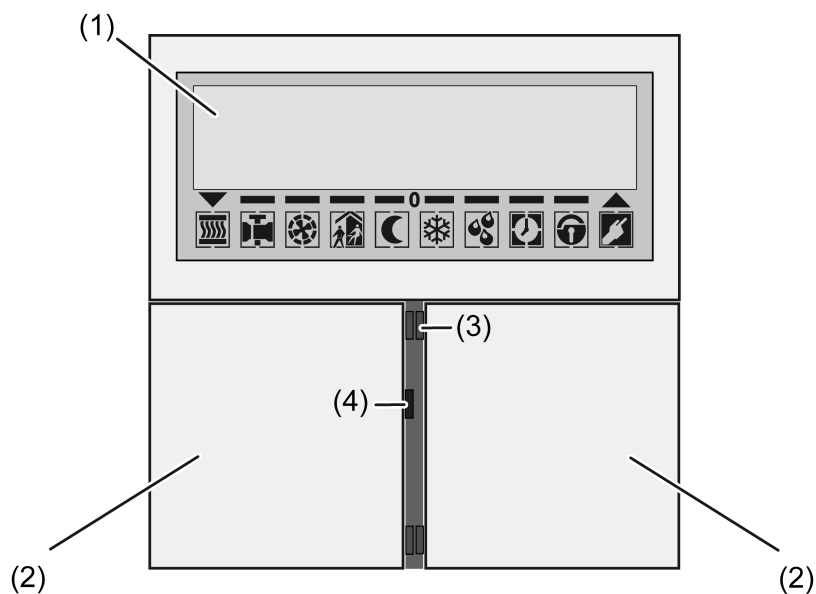

Bild 1: Geräteaufbau Frontseite ohne Erweiterungsmodul
- Die Design-Bedienflächen einzeln auf das Gerät setzen. Anordnung der Design-Bedienflächen siehe "Geräteaufbau" (Bild 1).